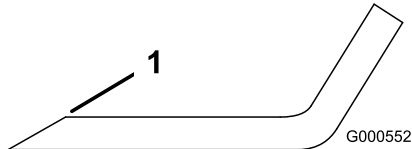

Bild 71
1. Schärfen Sie die Schnittkante an beiden Enden des Schnittmessers mit einer Feile (Bild 71).
Hinweis: Feilen Sie, wenn das Schnittmesser nicht ausgewuchtet ist, vom Windflügelbereich des Messers etwas Metall ab (Bild 71).